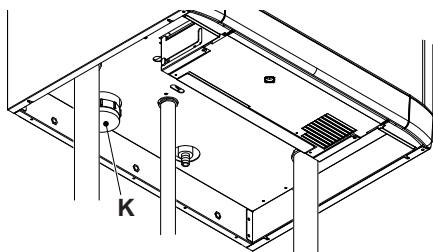
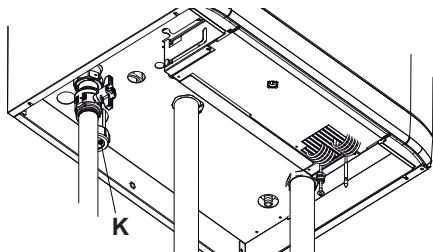

Fig. 9.10
Fig. 9.11
Para limpiar el interior del sifón, desenrosque el tapón (K) mostrado en la Fig. 9.10 Y Fig. 9.11 .